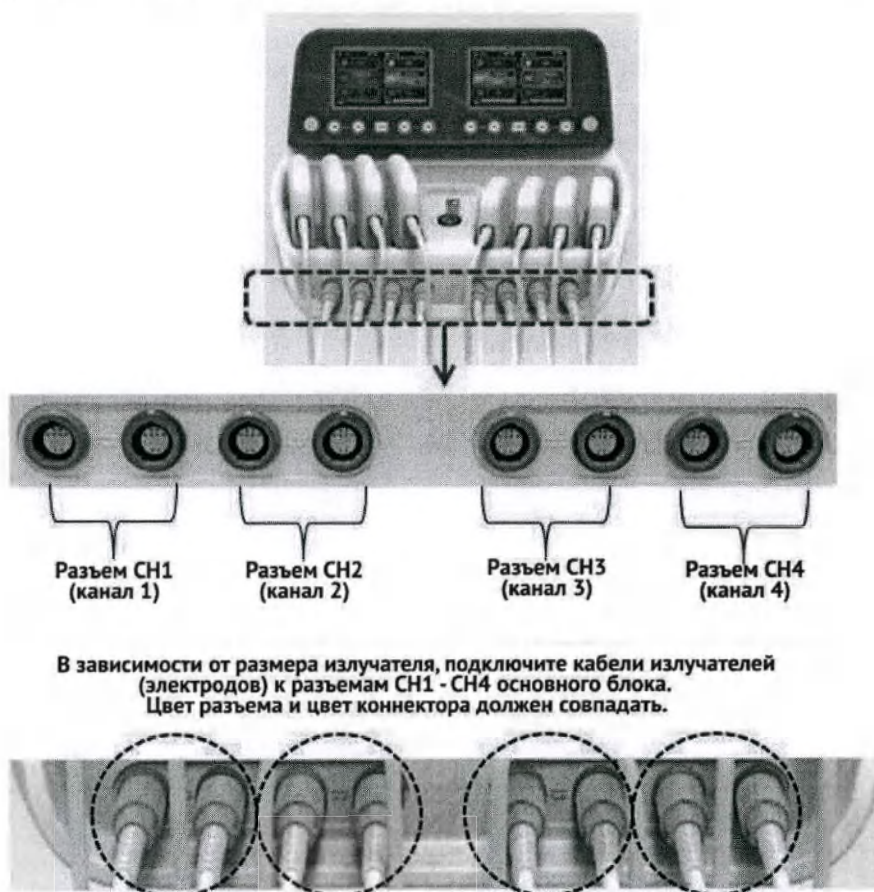

Рисунок 14— Подключение электродов к основному рабочему блоку устройства
- 2) Установите основной блок и подключите излучатели к основному блоку, согласно рис.14.